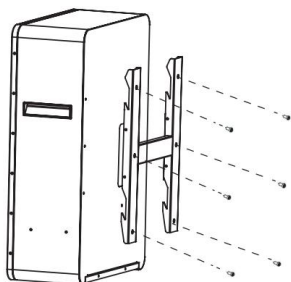

Bild 3
- 2) Befestigen Sie die Wandhalterung an der Außenbox der Batterie mit M6-Schrauben und stellen Sie sicher, dass die Bolzen mit einem Drehmoment von 2-3 Nm angezogen sind (Bild 3).